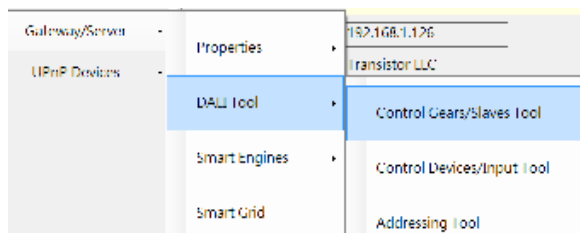
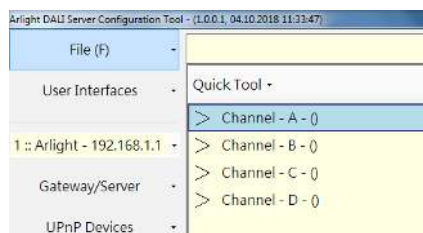

Рисунок 6.
Рисунок 7
- Для того, чтобы просканировать шины DALI и обнаружить подключенные исполнительные устройства нажмите Gateway/Server -> DALI Tool -> Control Gears/Slaves Tool (Рисунок 6). В окне появится список шин DALI Channel A ... Channel D. (Рисунок 7)